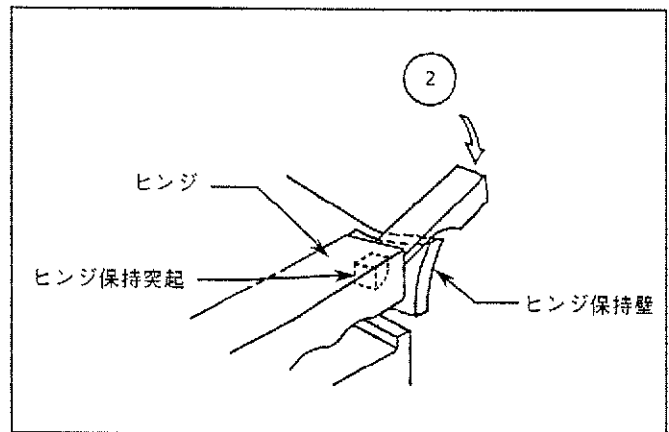

Fig. 3
- ② 突起が壁から外れるように壁をたわませながら工具を②の方向へこじり、ヒンジ保持を解除する。(Fig. 3 参照)